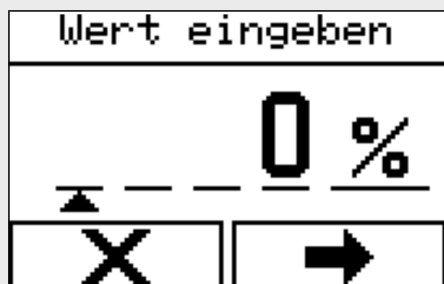

Abb. 37: Wert eingeben
6. ➤ Tasten ▲▼ so lange drücken, bis die Basishöhe (Abb. 37) eingestellt ist.